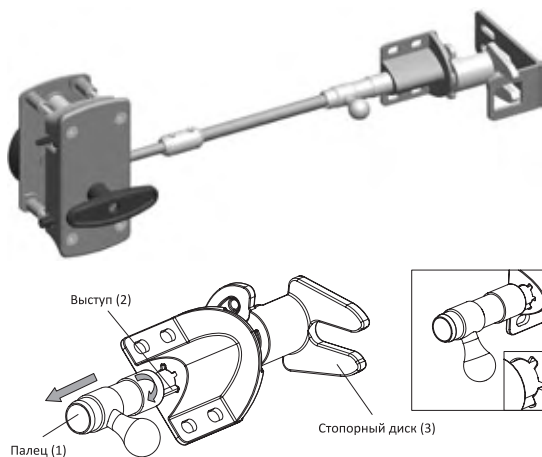

Рис.5. Разблокировка замка для ворот серии STANDARD
- вытянуть подпружиненный палец (1) из корпуса и повернуть его до вхождения выступа (2) в один из боковых пазов корпуса (рис.5).
- проверить свободный ход стопорного диска (3) в любом положении ручки замка.